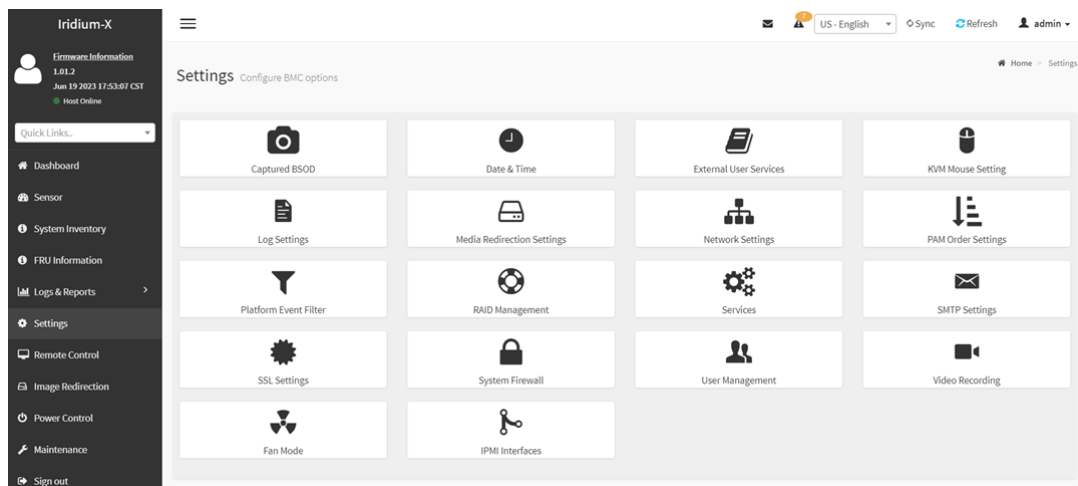

Рисунок 38 - Раздел «Settings»
5) Раздел «*Settings*» содержит вкладки с настройками функционала, каждая вкладка содержит в себе ознакомительную информацию или настройку (см. Рисунок 38).